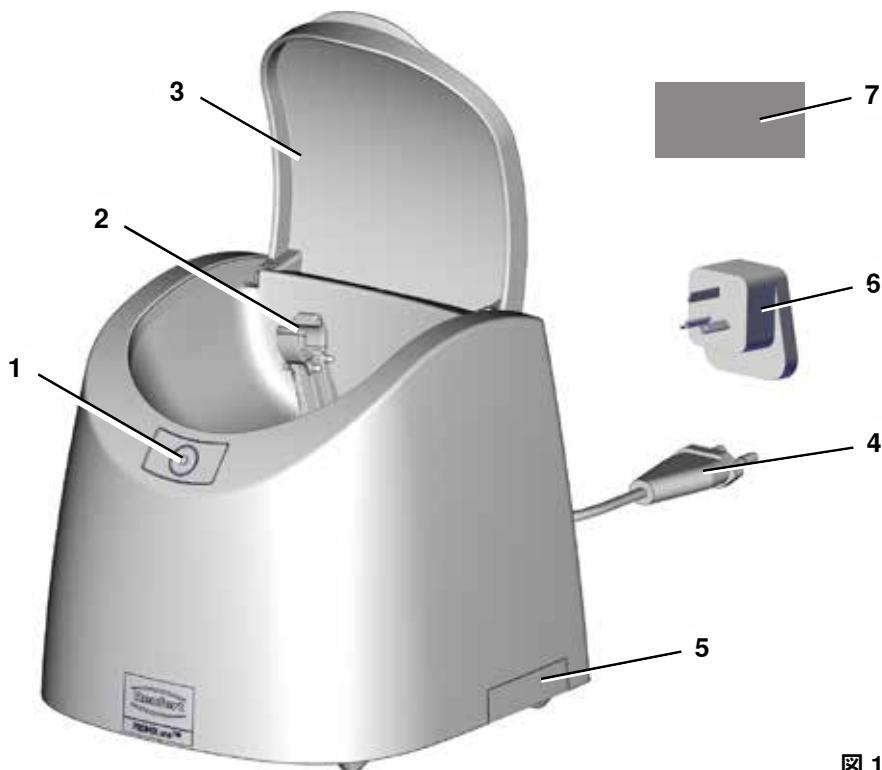

図 1
- ⇒巻かれた電源コード(4、図1)をのばし、建物のコンセントにプラグを差し込みます。
**その他の情報は機器右側の真ん中のQR-Codeを読みこんでご確認ください（サービスラベル）(5, 図 1)。**